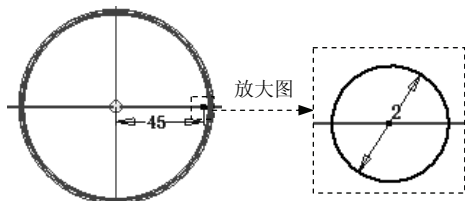

图 7.11 截面草图
(1) 选择命令。在 **创建** 区域中单击 按钮，系统弹出“创建拉伸”对话框。
(2) 定义特征的截面草图。单击“创建拉伸”对话框中的 **创建二维草图** 按钮，选取 XZ 平面作为草图平面，进入草绘环境。绘制图 7.11 所示的截面草图，单击 按钮。